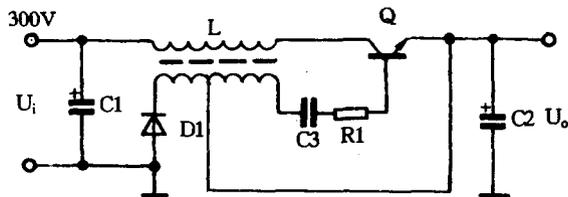

图 1-3 串联型开关电源电路图
串联型开关电源基本电路如图 1-3 所示。其中 Q 为电源开关管,受激励脉冲的控制,工作在截止与饱和状态,C1 是 300V 电源的滤波电容,D1 为续流二极管,L 为储能电感,C2 为输出端滤波电容。
(1)基本工作过程:参阅图 1-3 所示的电路。在开关管 Q 饱和期间,300V 电源不但经 Q 的 ce 结和 L 对 C2 充电,在 C2 两端建立直流电压,同时使储能电感 L 中的磁能不断增大。在 Q 截止期间,L 感应出左负、右正的电压,L 中的磁能经 D1 向 C2 及负载释放,使 C2 进一步得到能量的补充。输出端电压 U_o 的高低由 Q 的饱和导通时间长短决定,即由基极激励脉冲宽度决定,而